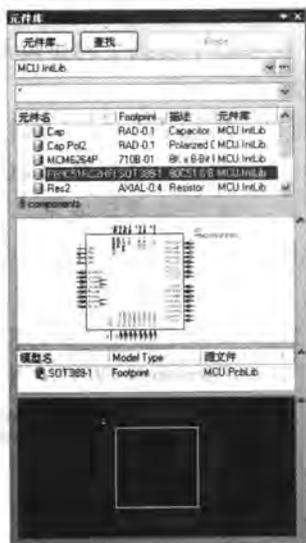

图 10-32 创建集成库
- [5] 追加完毕，执行【项目管理】/【Compile Integrated Library MCU.LIBPKG】命令，编译该集成库项目。此时系统自动生成了元器件集成库“MCU.IntLib”，保存在与“MCU.LIBPKG”相同目录下的“Project Outputs for MCU”文件夹中，同时在【元件库】面板中打开了该集成库，如图 10-32 所示。